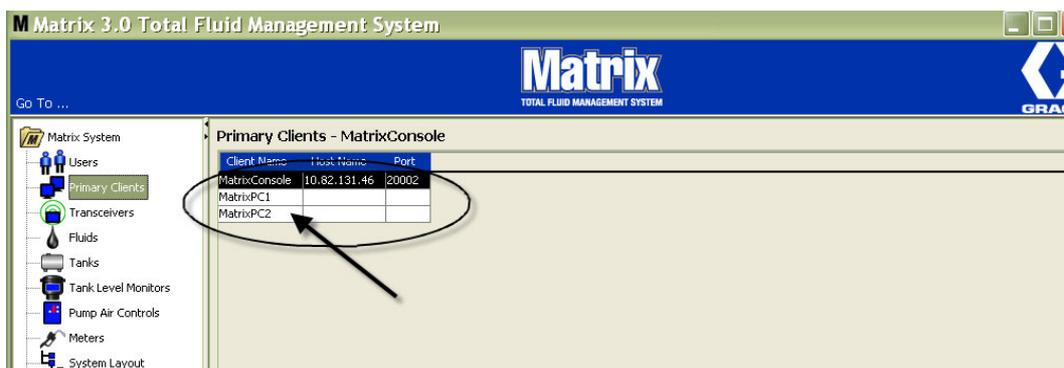

FIG. 81
- Il nuovo client primario è aggiunto alla parte inferiore dell'elenco sulla schermata Primary Clients (Client primari) (FIG. 81). Si noti che dopo aver immesso un nuovo nome del client primario, il nome appare con i campi del nome host e della porta vuoti. Questi campi saranno compilati automaticamente la volta successiva che il client primario si conetterà con il Matrix Service Engine.